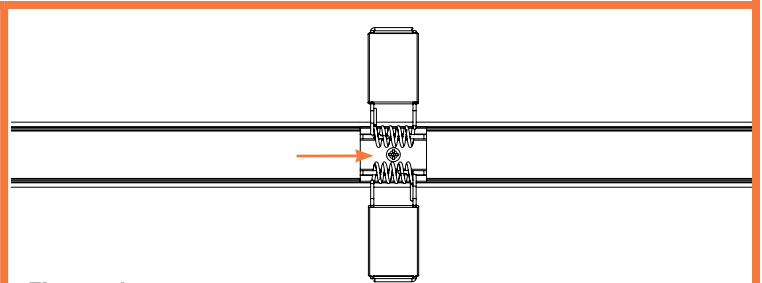

Figure 6b
- Fixez les attaches à l'aide de vis de réglage (Figure 6b).